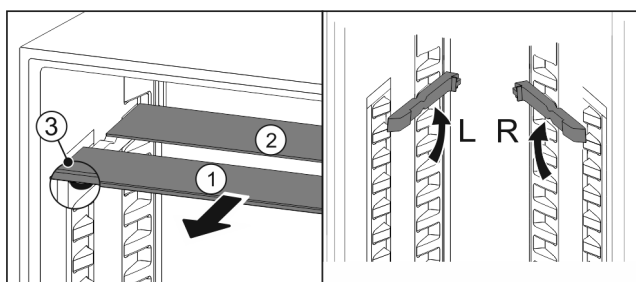

Fig. 26
- ▶ Glasplatten einzeln nach vorne herausziehen Fig. 26 (1).
- ▷ Glasplatte Fig. 26 (1) mit Zierleiste liegt vorne.
- ▷ Stopps Fig. 26 (3) zeigen nach unten.